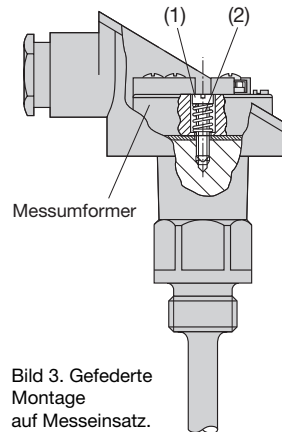

Bild 3. Gefederte Montage auf Messeinsatz.
Leitungen des Temperaturfühlers durch das Loch in der Mitte des Messumformers fädeln. Messumformer im Unterteil des Anschlusskopfes ausrichten und mit zwei Zylinderschrauben (1) und zwei Federn (2) befestigen (siehe Bild 3). Anschlussleitungen gemäss Abschnitt «7. Elektrische Anschlüsse» anschliessen.